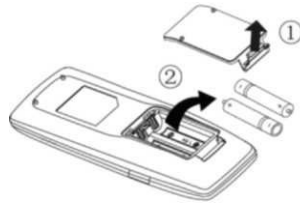

Fig. 1
- (1) Soulevez le couvercle dans le sens de la flèche (comme illustré sur la Fig. 1 ①).
- (2) Retirez les piles d'origine (comme indiqué sur la Fig. 1 ②).